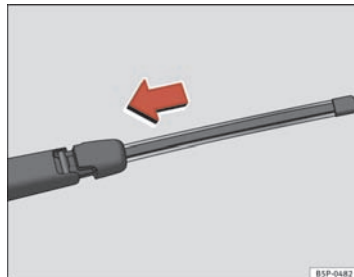

Fig. 186 Pose du balai d'essuie-glace arrière
- Placez le balai comme indiqué sur la figure ⇒ page 251, fig. 186 puis faites glisser l'adaptateur jusqu'à ce qu'il s'emboîte.